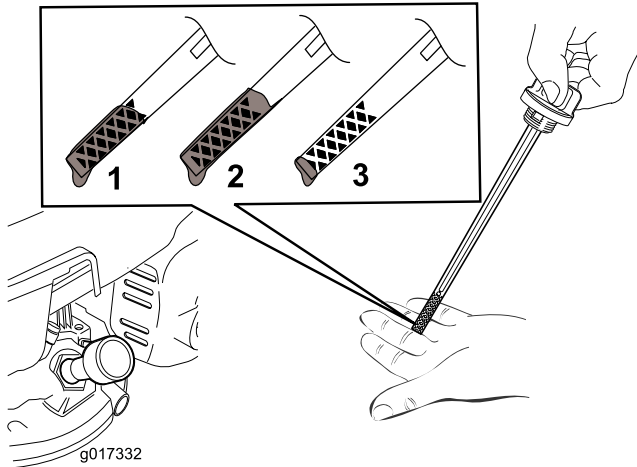

Figura 12
5. Para determinar el nivel de aceite correcto, consulte Figura 12.
Nota: Llene el cárter del motor con aceite hasta que la varilla indique que el nivel del aceite del motor es correcto, según se muestra en Figura 12. Si usted llena demasiado el motor, vacíe el exceso de aceite según se indica en Cómo cambiar el aceite del motor \(página 16\).